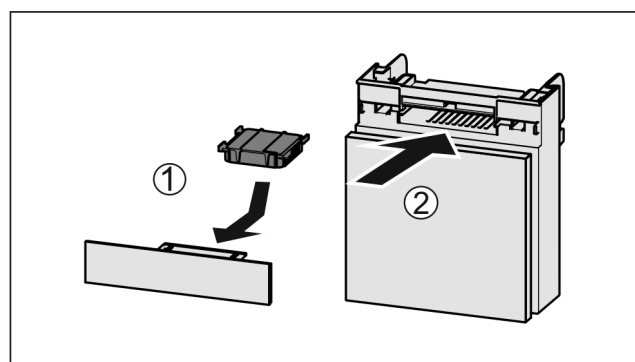

Fig. 138
- 按图装入 Fig. 138 (1) 活性炭过滤器。
- 推入 Fig. 138 (2) 抽屉。